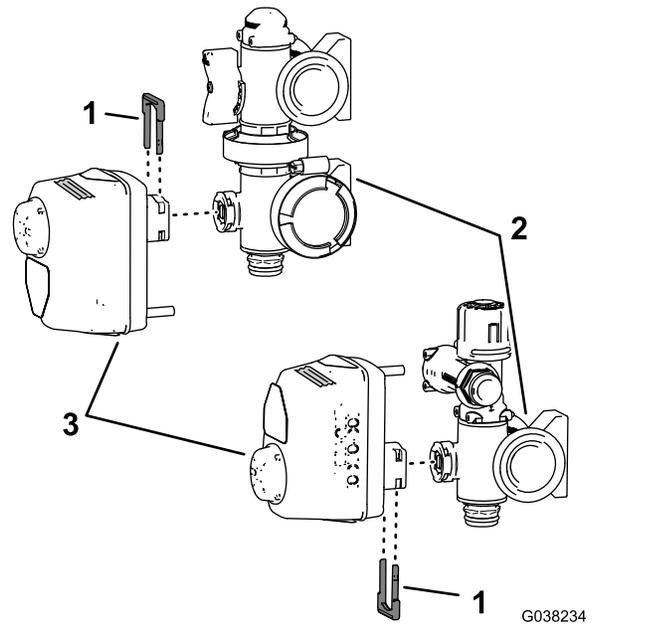

Bild 52
- Entfernen Sie den Halter, mit dem der Ventilaktuator am Verteilerventil befestigt ist, und nehmen Sie den Aktuator vom Ventil ab (Bild 52).